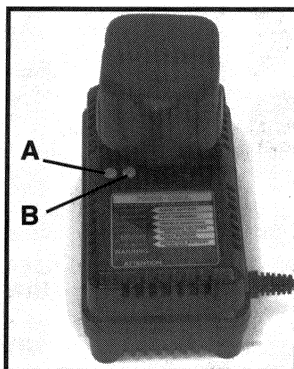

Fig. 1
Assurez vous que le voltage du circuit de puissance est le même que celui indiqué sur la plaquette des spécifications qui est sur le chargeur. Etablissez la connexion entre le chargeur et la prise de courant. Une lumière verte (A) Fig. 1 devrait commencer à clignoter. Ceci indique que le chargeur est prêt à commencer à charger.
Positionnez le bloc porte-piles sur le chargeur en faisant attention à ce que la languette du bloc porte-piles se trouve bien dans l'alignement de la fente du chargeur. Insérez le bloc porte-piles dans le chargeur (voir la Fig. 1). **NE FORCEZ PAS.** Si le bloc porte-piles refuse de s'insérer facilement, vous êtes en train de l'insérer incorrectement. Alignez à nouveau la languette du bloc porte-piles avec la fente du chargeur et essayez une nouvelle fois.
La lumière verte (A) Fig. 1 devrait maintenant commencer à luire continuellement. Ceci indique que le bloc porte-piles est en train de recevoir une charge rapide (si la lumière verte ne luit pas constamment, ou si la lumière rouge (B) Fig. 1 commence également à clignoter, consulter la section DIAGNOSTIQUE). Après une heure environ, l'indicateur lumineux pour la "Charge Rapide" devrait s'éteindre indiquant ainsi que le bloc porte-piles est entièrement chargé et que le chargeur fonctionne maintenant en "Charge d'appoint". On peut laisser le bloc porte-piles sur le mode "Charge d'appoint" jusqu'à ce que l'on désire en faire usage.
Le chargeur est équipé d'un système diagnostique qui vérifie automatiquement la batterie chaque fois qu'un bloc porte-piles est inséré dans le chargeur. S'il ne détecte aucun problème, le chargeur passera automatiquement sur le mode d'opération "Charge Rapide" tel que celui-ci est décrit dans la section CHARGEMENT NORMAL. Si un problème est détecté, celui-ci sera indiqué par les indicateurs lumineux du chargeur (voir Fig. 1) de la manière suivante: